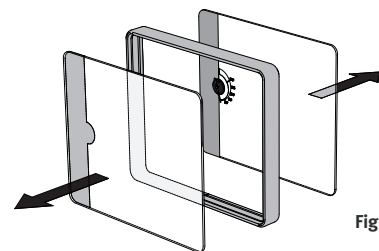

Fig. 72
- Retirer l'ensemble du vitrage, retirer le joint en silicone (Fig. 72).